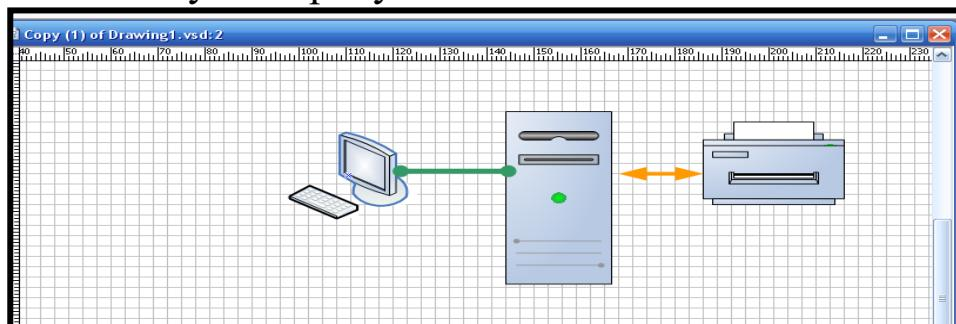

Рис. 81. Отключение слоя *Аренда*
- 2) Просмотреть рисунок, используя команду **View – Full Screen**, или кнопку **F5** – рисунок 81.